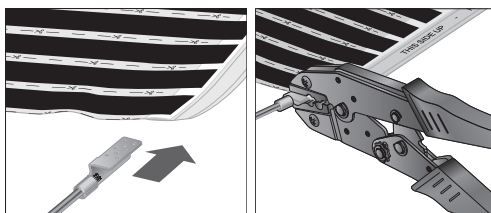

Fig. 8. Pressa fast anslutningarna på folien
11. Anslut terminalerna till värmefolien.(fig.8)